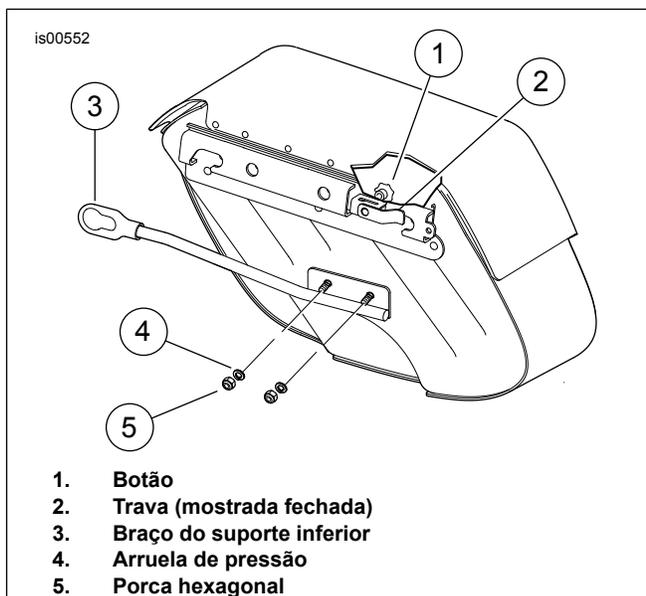

Figura 4. Vista traseira do alforje
2. Veja a Figura 4. Puxe o botão (1) e gire-o na direção da parte traseira da bolsa. A trava (2) na parte traseira da bolsa deverá oscilar até a posição aberta.
7. Veja a Figura 4. Se o ajuste do espaçador do amortecedor no passo 6 fizer com que a bolsa (ou o braço do suporte inferior) seja levantada ou pressionada para baixo, solte as contraporcas que fixam o braço do suporte inferior ao alforje e ajuste o braço para frente ou para trás como necessário. Se estiverem soltos, aperte os braços do suporte com torque de 7–10 N·m (60–90 in-lbs).